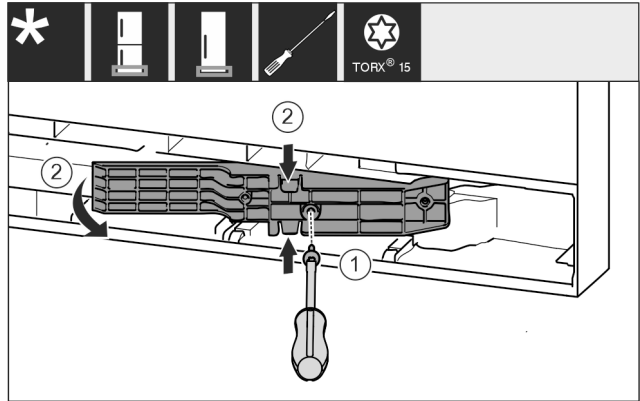

Fig. 18 \*
- ▶ 用 T15 螺丝刀将螺钉松开。 Fig. 18 (1)\*
- ▶ 拉出适配件。 Fig. 18 (2)\*